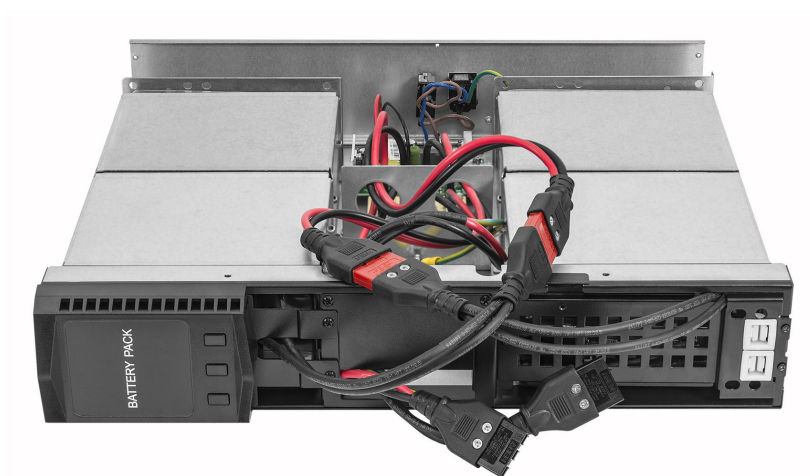

Рисунок 6 – Соединение разъёмов между собой
3. Подключите разъёмы ДББ к ИБП так как показано на рисунке 5. К ИБП может быть подключено до четырех блоков батарей. Внутри ДББ два типа разъёмов: двухпроводные (черный и красный) соединяются между собой (рисунок 6), т.к. это параллельные линейки АКБ внутри блока батарей; трехпроводные предназначены для подключения блоков батарей между собой, а так же для соединения с ИБП.